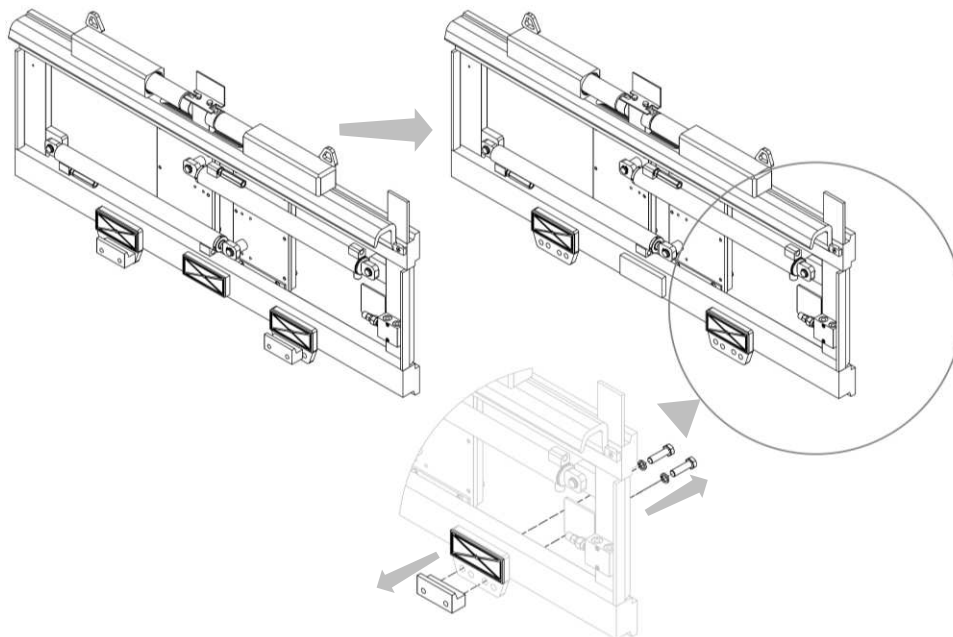

Figura 7
5. Rimuovere i ganci inferiori dall'attrezzatura e ingrassare i lardoni di scorrimento (vedi *Figura 7*).